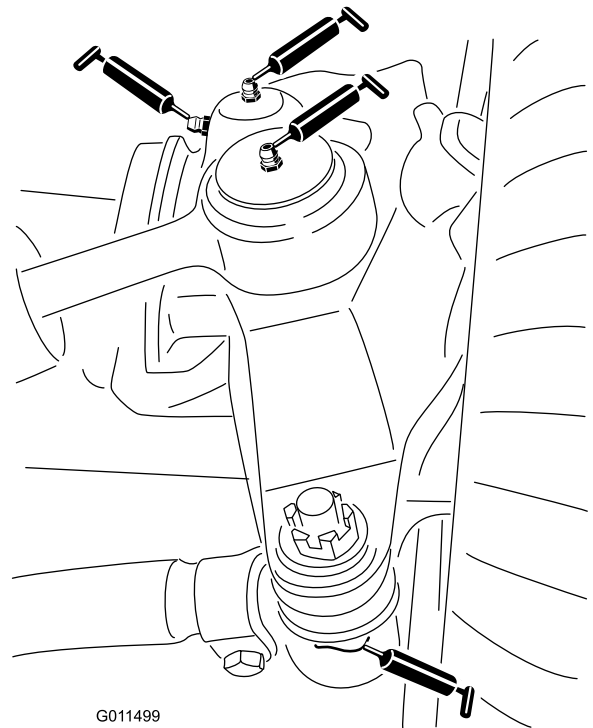

Figura 61
- Duas rótulas esféricas do cilindro da direção (Figura 61)
- Duas rótulas esféricas da barra de ligação (Figura 61)
- Dois casquilhos do pino principal (Figura 61). **O bocal superior do pino principal apenas deverá ser lubrificado uma vez por ano (2 bombas).**